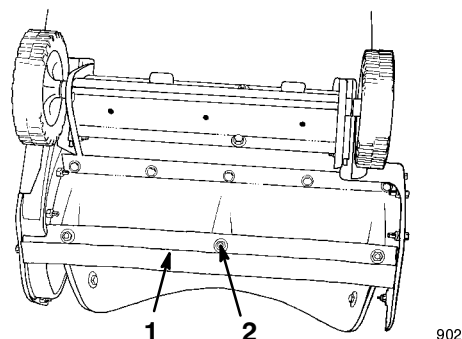

Figure 11
4. Retirer les 3 boulons de carrossier et 3 écrous à embase de fixation de la lame racleuse (Fig. 11).
5. Déposer la lame racleuse (Fig. 11).
6. Fixer la nouvelle lame racleuse au carter de déneigeuse à l'aide des boulons de carrossier et écrous à embase. La tête des boulons doit se trouver du côté intérieur du carter (Fig. 11).